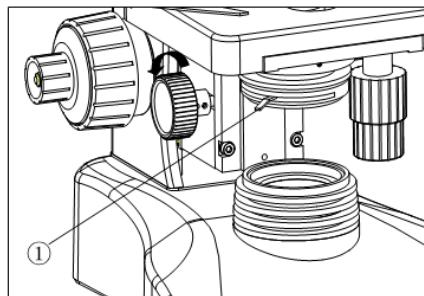

Fig.20
3.3.4 Ajuste del condensador (Fig.20)
3.3.5 Ajuste del diafragma de iris de apertura (Fig.20,21)